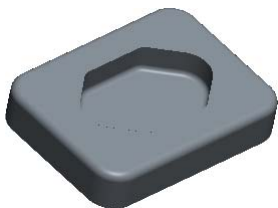

图 3.8.2 放置后的参考模型
Step3. 在“元件放置”操控板中选择  默认 选项, 然后单击  按钮, 完成参考模型的放置, 放置后如图 3.8.2 所示。